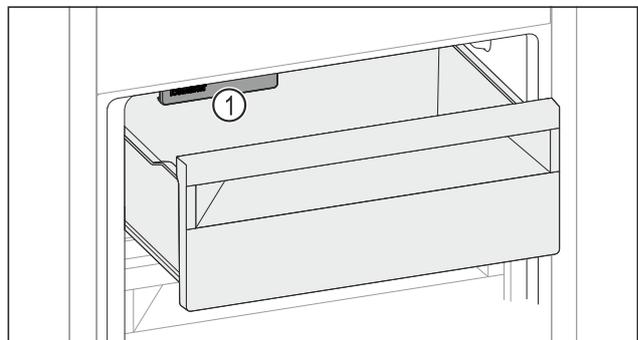

Fig. 101
- ▶ Si vous placez des aliments à gauche du tiroir : Tenez compte de l'IceMaker Fig. 101 (1).